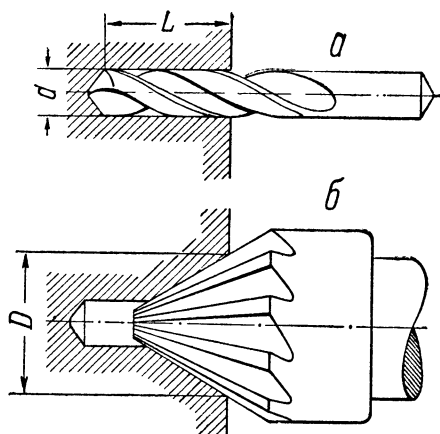
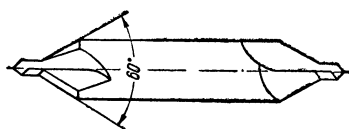

Рис. 151. Изготовление цилиндрической (а) и конической (б) частей центрового отверстия.
Рис. 152. Комбинированное центровое сверло.
Центровое отверстие показано на рисунке 150. Оно состоит из конической и цилиндрической частей. Угол конической части должен точно соответствовать углу центров станка. Глубина цилиндрической части (L) равна половине, а ее диаметр (d) — одной пятой диаметра обрабатываемой детали. Цилиндрическую часть делают сверлом, а коническую — зенковкой (рис. 151). Удобнее, конечно, для этой цели употреблять комбинированное центровочное сверло (рис. 152), которое, так же как простое сверло и зенковка, укрепляется в пиноли задней бабки. Подготовленную деталь устанавливают в центрах.